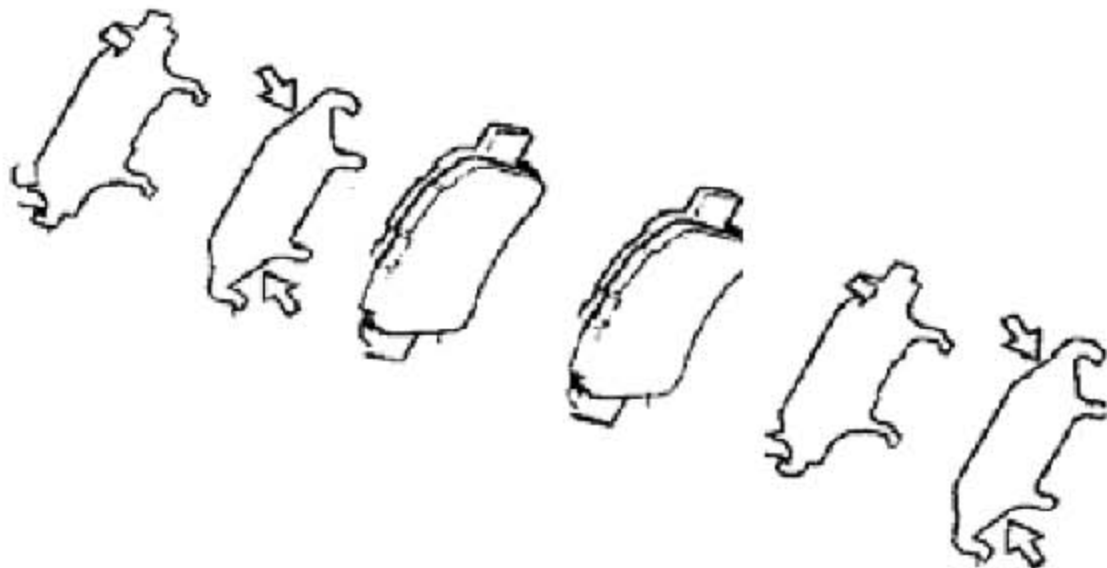

图 3—20
a). 在每片消音垫片的两侧涂盘式制动润滑脂，如图3—20所示。